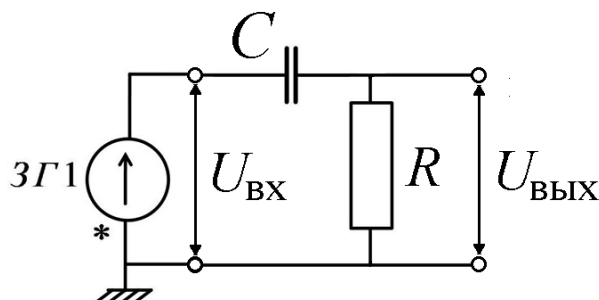

Рис.8. RC – цепь, подключенная к генератору гармонического напряжения $3Г1$
Рассмотрим схему, в которой цепь, из последовательно соединённых конденсатора и резистора (RC – цепь) подключена к генератору гармонического напряжения (см. рис.8).
Как и для RL -цепи входное и выходное напряжение для схемы рис. 8 вычисляется по формулам (14) и (15), но при вычислении амплитуды тока по формуле (11) надо оставить только слагаемые, содержащие сопротивление R резистора и емкость C конденсатора. Поэтому коэффициент передачи по амплитуде для RC - цепи рассчитывается по формуле